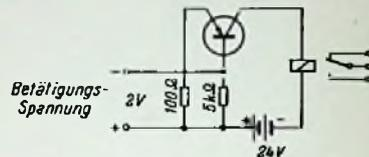

Bild 1. Relais mit vorgeschaltetem Transistor
Entspricht L 6/L 7 in Bild 1.
Steht eine niedrige Spannung (in der Größe von  $2 \text{ V} = \pm 10\%$ ) für die Betätigung des Relais zur Verfügung, so ist die Type 595 HS(A) heranzuziehen. Sie benötigt (Bild 1) eine zusätzliche Speisespannung von  $24 \text{ V} = \pm 5\%$ . Beim Anlegen der Erregerspannung an den Emitterkreis, in dem dann ein Strom von etwa 1 mA fließt, nimmt der Strom im Kollektorkreis einen Wert von 10...15 mA an; das in diesem Kreis liegende Relais betätigt seine Kontakte, die mit max. 5 A bei 250 V- oder 30 V= belastbar sind. Die Widerstände erhöhen die Stabilität der Schaltung. Die Ausführung A ist mit beliebiger Kontaktbestückung, höchstens jedoch mit zwei Umschaltekontakten, erhältlich.